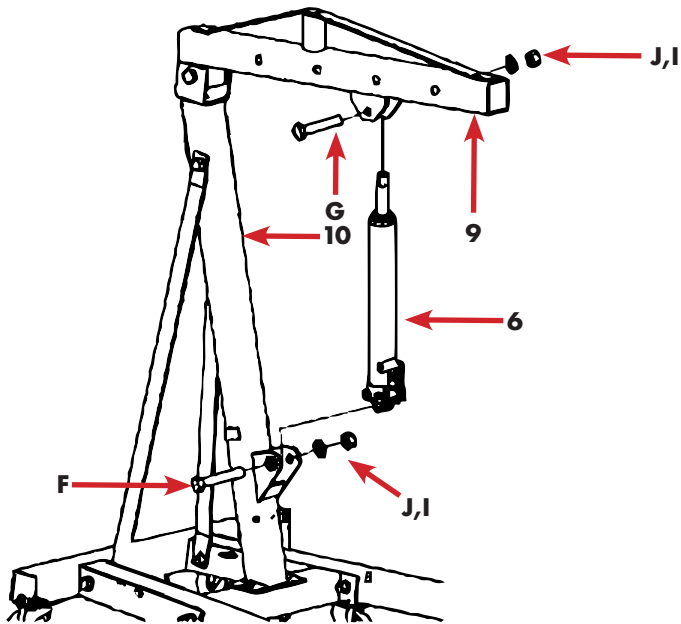

Abb.14
- Montieren Sie den Hydraulikzylinder an der untersten Bohrung des Tragarms, wie in Abb.14 dargestellt.
Legende Abbildung 14 (siehe auch ab Seite ab15, Abbildung 2 und Tabelle 1)